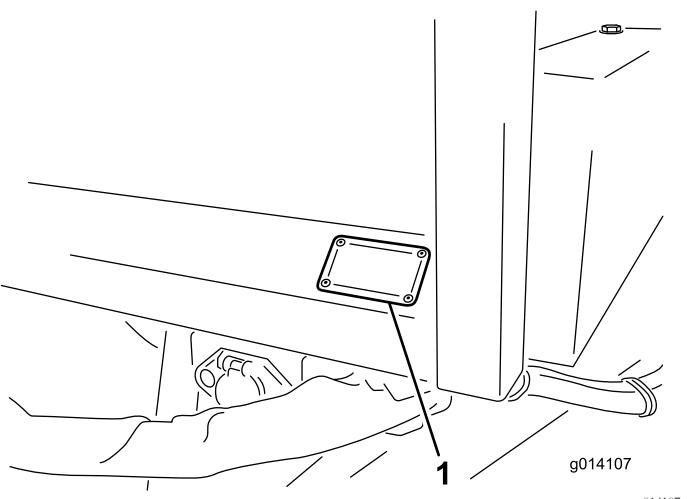

Figura 23
- Instale o autocolante 136-7585 junto da etiqueta de número de série na parte frontal esquerda da unidade (Figura 23).